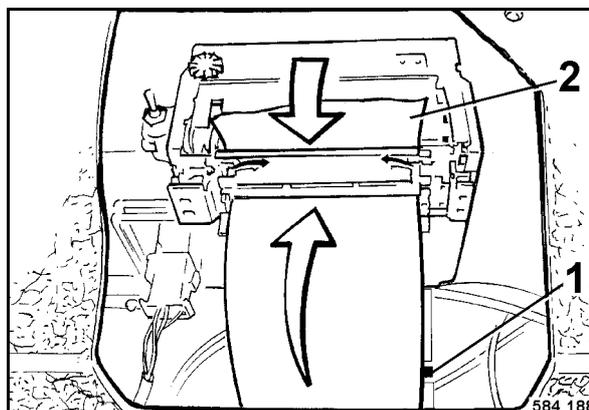

Рис. 106
- Вынуть вал 1 (Рис. 106) с остатком рулона бумаги (2).